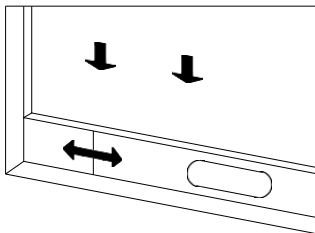
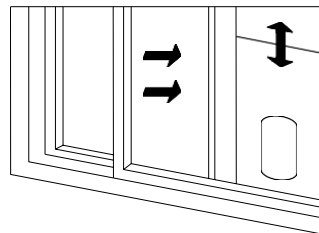

Abbildung 2
Abbildung 3
- Öffnen Sie das Fenster zur Hälfte und bringen Sie die Fensterdichtungsplattenbaugruppe an das Fenster an (siehe Abb.2 und Abb.3). Komponenten können in horizontaler und vertikaler Richtung platziert werden.